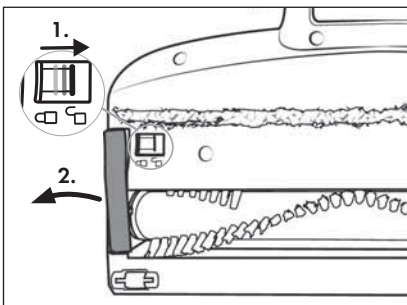

Fig. 24
- 2) Lås børsterullen **20** op ved at skubbe oplåsningen til børsteholderen **18** med fingeren i retning af symbolet  (åbn). Tag så børsterulleholderen **19** af gulvbørsten **21** (se fig. 24).